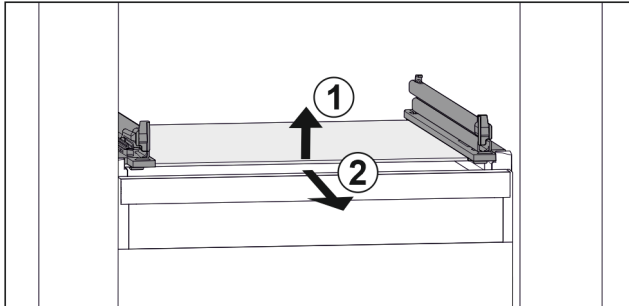

Fig. 88 Representación de la placa de vidrio a modo de ejemplo
- ▶ Levante la placa de vidrio por delante. Fig. 88 (1)
- ▶ Retire la placa de vidrio hacia delante. Fig. 88 (2)